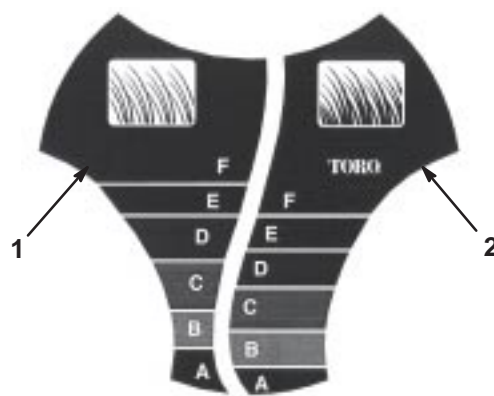

Bild 12
Das *SmartWheel*™ weist zwei Schnitthöhenskalen auf: *Dünn/Normal* und *Satt*—damit Sie bei jedem Rasenzustand immer das beste Ergebnis erzielen (Bild 12). Benutzen Sie die *Dünn/Normal*-Skala während der warmen Sommersaison für den Großteil Ihres Mähbedarfs. Die *Satt*-Skala dient ausschließlich starkem, nassem und satterm Graswuchs, den Sie am häufigsten im Frühjahr antreffen.
2. Bewegen Sie den Rasenmäher aufs Gras; Schieben Sie den Rasenmäher nicht mehr weiter, wenn das *SmartWheel*-Motiv an einem der Hinterräder aufrecht steht (Bild 12).